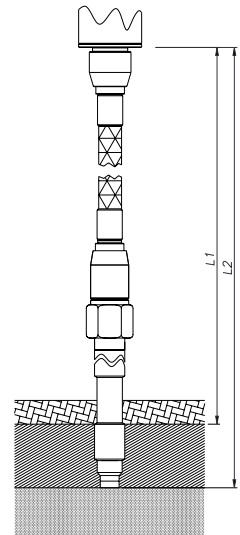

Fig. 1
(\*) Für Maß (L) von Abb. 1 legt die Tabelle den Mindestabstand fest, den der Stromkreis vom heißen Block haben muss.